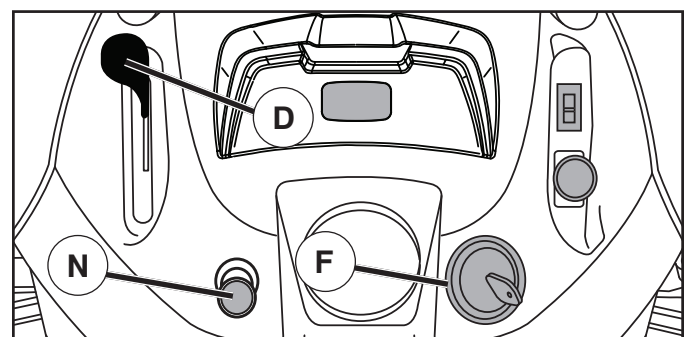

Fig. 7
- Mover la palanca de mando entre la posición (D) de velocidad media y máxima (rápida).
- Gire la llave de ignición (F) a la posición de apagado "STOP" y remueva la llave al abandonar el tractor para evitar el uso no autorizado.
### PARA USAR EL CONTROL DE LA ACELERACIÓN (D) (Vea Fig. 7)
### PARA USAR EL CONTROL DE ESTRANGULACIÓN (N) (Vea Fig. 7)
## MOVERSE HACIA ADELANTE Y HACIA ATRÁS (Vea Fig. 7)